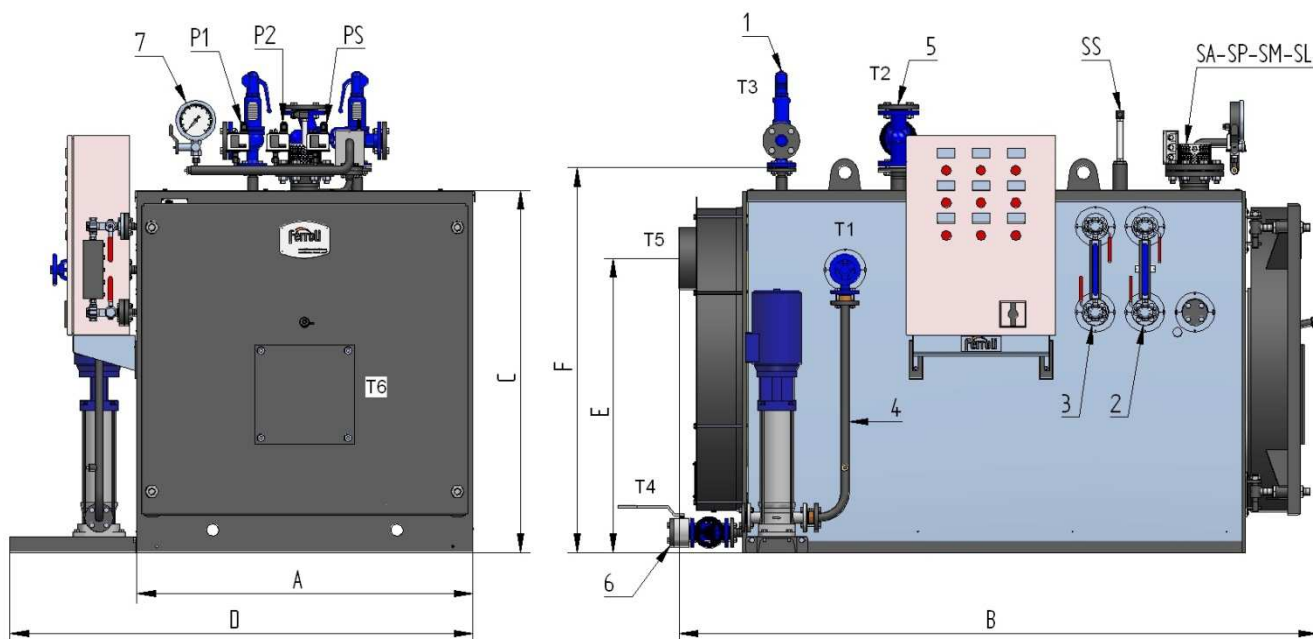

рис. 1
3. АГРЕГАТ VAOPREX HVPq (рис. 1 и 2)
Индикатор уровня (рис. 1 - дет. 2)
Вентили проверки уровня (рис. 1 - дет. 3)
Манометр (рис. 1 и 2 - дет. 7)
Система контроля уровня, серийная комплектация (рис. 1 и 2 дет. SA-SP)
Датчики минимального уровня (рис. 1 и 2 – дет. SS-SM)
Ограничитель максимального уровня (дополнительная комплектация) (рис. 1 и 2 – дет. SL)